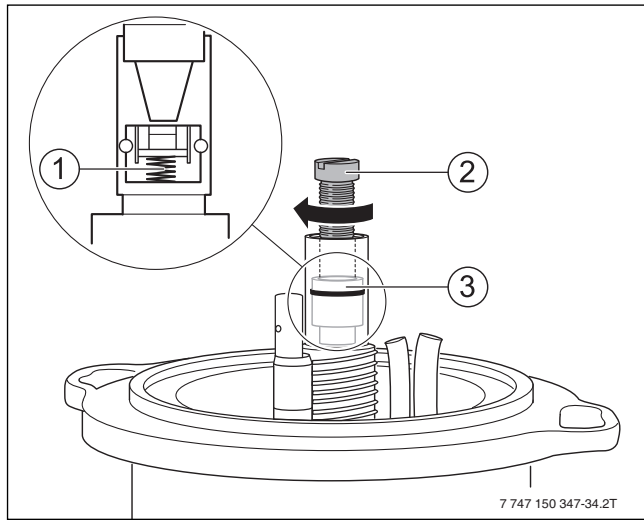

Fig. 39 Remplacer le clapet de retenue
- ▶ Retirer le clapet de retenue (→ fig. 39, [3]).